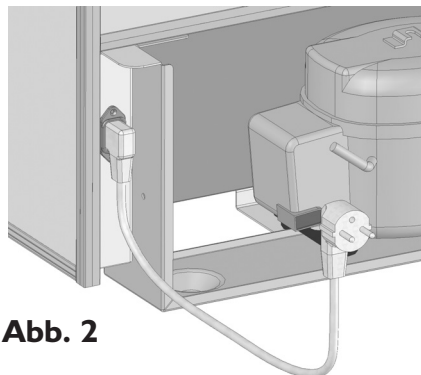

Abb. 2
- Nehmen Sie das Netzkabel aus dem Zubehörkasten und stecken Sie es auf der Geräterückseite unten in die vorhandene Buchse des Geräts ein (siehe **Abb. 2**).